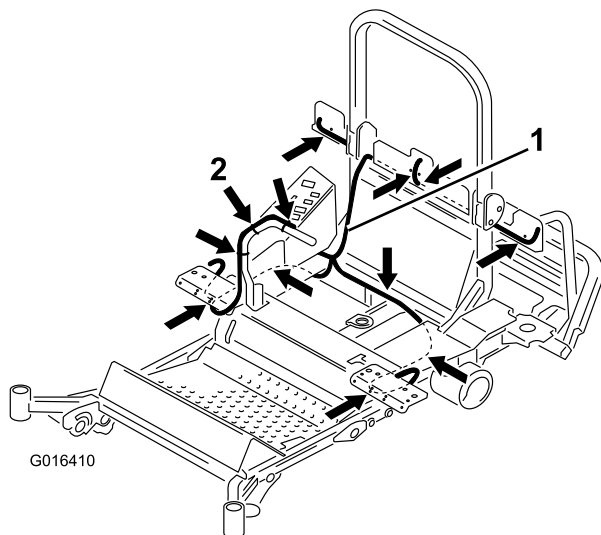

Figura 16
2. Enrute el arnés de cables en la máquina: Hacia arriba, entre el lateral del depósito, la mampara, junto al soporte trasero (Figura 16).
2. Pase la rama del arnés de cables junto a y por debajo del travesaño trasero y a través del chasis junto a la rueda trasera (Figura 16).
1. Pase la última rama del arnés de cables que lleva los conectores del interruptor combinado y del faro y del intermitente de la derecha (Figura 12) a través del chasis derecho a la altura de la rueda trasera, hacia el faro (Figura 16).
4. Amarre el arnés de cables según se muestra en Figura 16.
2. Sujete el arnés de cables a la palanca de control de movimiento con un sujetacables, y asegúrese de que el cable tiene suficiente holgura para que la palanca pueda moverse hacia adelante y hacia atrás (Figura 16).
3. Sujete el arnés con sujetacables de la manera indicada por las flechas en Figura 16.